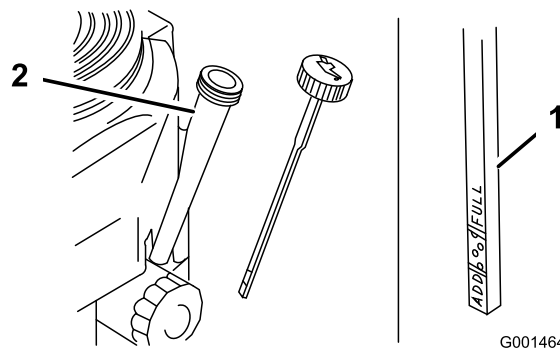

Figure 31
- Nettoyez la surface autour de la jauge d'huile (Figure 31) pour éviter que des impuretés ne s'introduisent dans le goulot de remplissage, ce qui risquerait d'endommager le moteur.
- Retirez la jauge d'huile et essuyez soigneusement son extrémité (Figure 31).
- Remettez la jauge au fond du tube de remplissage, mais sans la visser (Figure 31).
8. Versez avec précaution environ 80 % de la quantité d'huile spécifiée dans le goulot de remplissage (Figure 31)